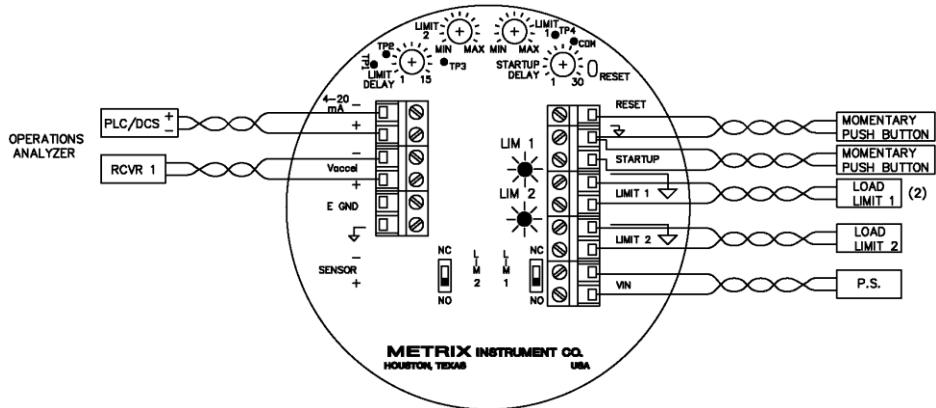

图2: 接线图(LCD选项不显示)
有关接线信息，请参阅图 2。对于输入电源和开关输出，请使用经过认证的 14 AWG ( $1.5 \text{ mm}^2$ ) 或更小规格的导线。
- 将每台 SW6000 设置为常闭（N.C.）运行模式。（看图2）
可选的 FET 限值输出为 PLC 或其他设备的直流输入提供低泄漏开关。请勿用于交流电源。接线时必须注意 FET 的正确极性（见图 2）。接线不当会导致 FET 损坏。与双向可控硅（Triac）一样，通过相应拨动“限值 1 / 限值 2”开关，可将 FET 设置为常闭（N.C.）或常开（N.O.）模式。
如果需要远程复位功能，请将复位端子（见图 2）连接到远程安装的瞬时常开（N.O.）按钮开关。如适用，请遵守危险区域的相关要求。
如果安装了可选的 4-20 mA 输出，可将其连接至远程接收器，如接线图所示（见图 2）。该输出为电流源（15VDC），无需外部回路电源。满量程电流（20 mA）对应于面板上标示的满量程振动响应。4.0 mA 电流代表零振动状态。最大负载电阻为 600 欧姆。在电气噪声较大的场所，建议使用屏蔽双绞线电缆。
触点设置调节允许用户设定触发跳车的振动水平。该调节范围为满量程振动水平的 -10% 至 110%。调节至中间刻度对应于 50% 的振动水平限值。通过使用数字万用表 (DVM) 测量限值电压，可以精确设定限值。测量该电压的测试点在图 2 中标注为 TP3 (limit 2)、TP4 (limit 1) 和 COM (公共端)。直流电压代表满量程的百分比。例如，0.46 VDC 代表 46% 满量程的限值设定。将调节旋钮旋转至最小值 (逆时针方向，CCW)，用户可以测试跳车回路，包括 LED 指示灯、延时电路和双向可控硅 (或场效应管) 开关。